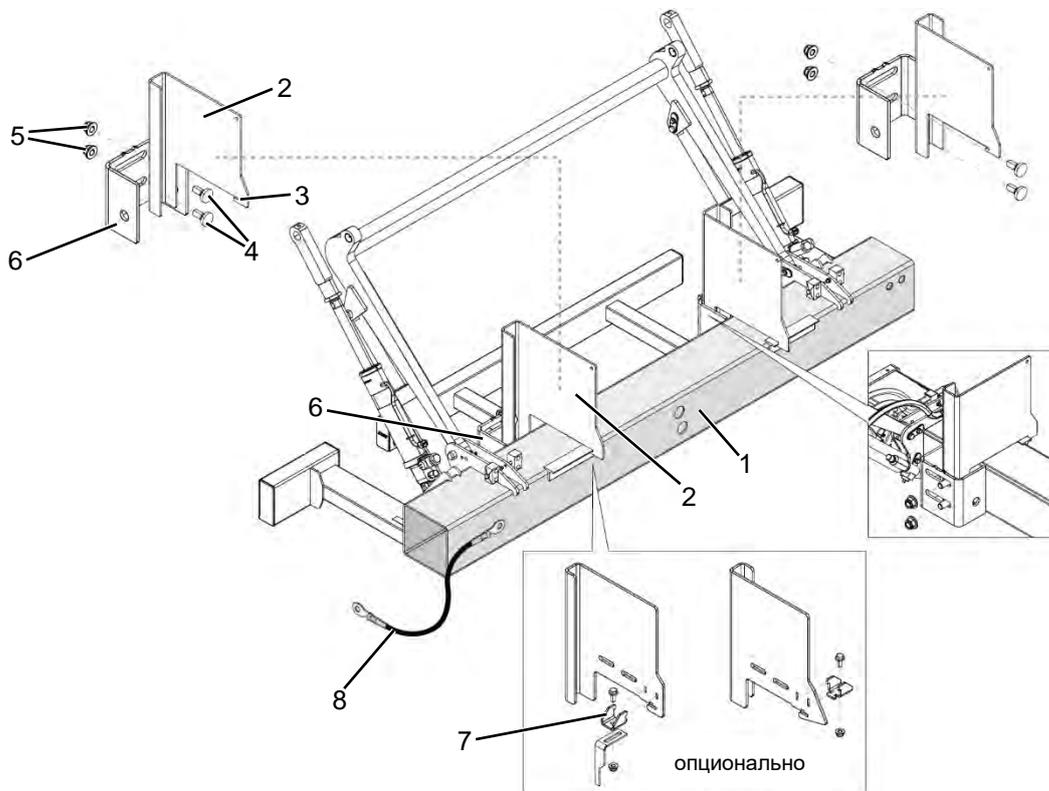

Рисунок 10: Предварительный монтаж с регулируемой высотой консолями с резьбовыми соединениями
- ▶ Опционально (при использовании тягово-сцепного устройства с шаровой головкой и для С 3000 S): Соедините предохранительный зажим (7) с консольной пластиной (2) (см. Рисунок 10).